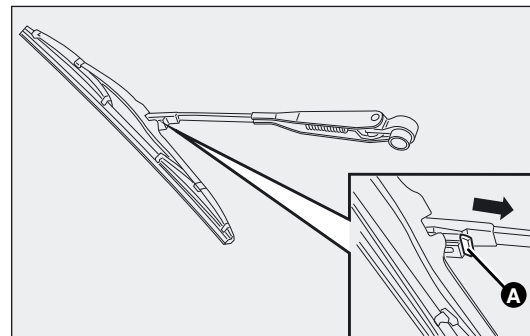

fig. 187
- ☐ druk op de borglip A-fig. 187 en trek het wisserblad los door het in de richting van de pijl te schuiven.